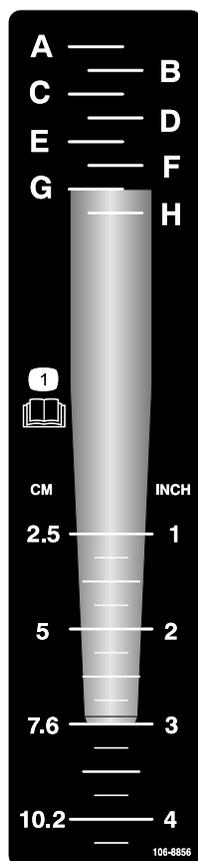

Рисунок 23
1. Положите нужный зуб на наклейку глубины при выравнивании конца зуба на нужную глубину аэрации, как показано на Рисунок 23.
2. Определите настройку, обозначенную буквой и соответствующую выравниванию по монтажному концу зуба (Рисунок 23). Настройте устройство регулировки глубины по соответствующей букве на наклейке.